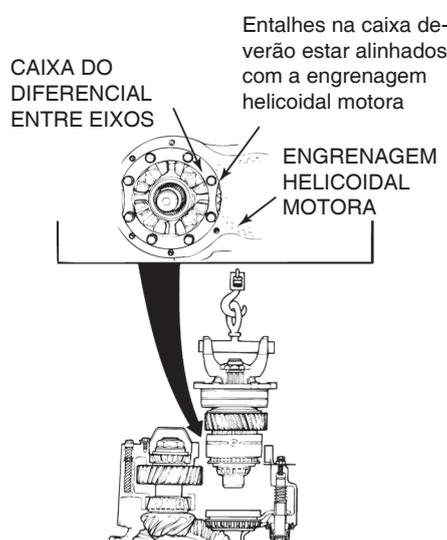

Figura 5.80
- C. Nos diferenciais da Série 160, gire a caixa do diferencial entre eixos até um dos entalhes na caixa esteja alinhado com a engrenagem helicoidal movida na caixa do diferencial. Figura 5.80.